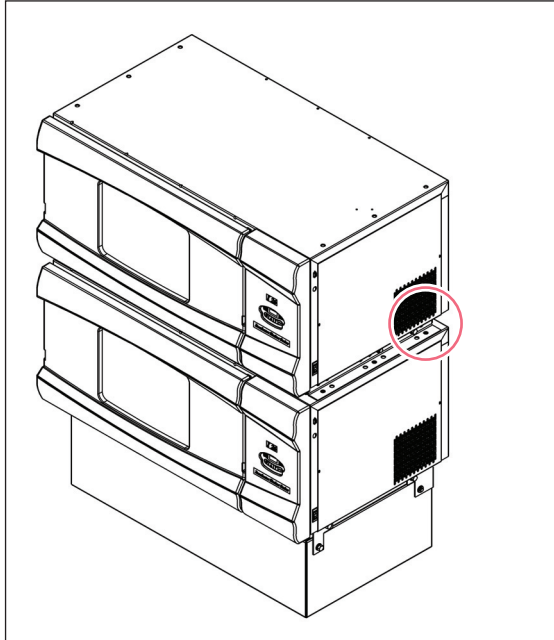

Fig. 4-10: Fixar a unidade nas calhas de empilhamento
4. Fixe o fundo do agitador superior nas calhas de empilhamento laterais utilizando os seis parafusos $\frac{1}{2}$ -13 x 1 in, arruelas de trava e arruelas fornecidas (dentro do círculo vermelho na Fig. 4-10). Fixe também a unidade superior na calha de batente utilizando os três parafusos de cabeça sextavada $\frac{1}{4}$ -20 x 5/8 in, arruelas de trava e arruelas.